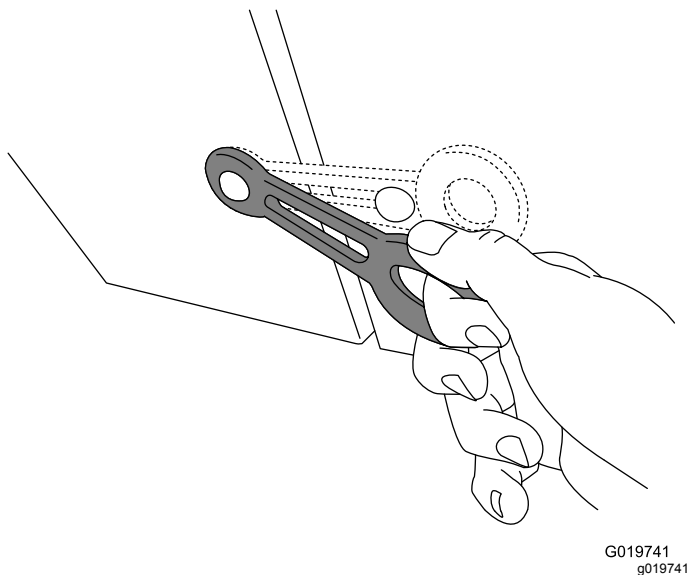

Figura 16
4. Cierre la cubierta del motor y los cierres de la cubierta (Figura 16).